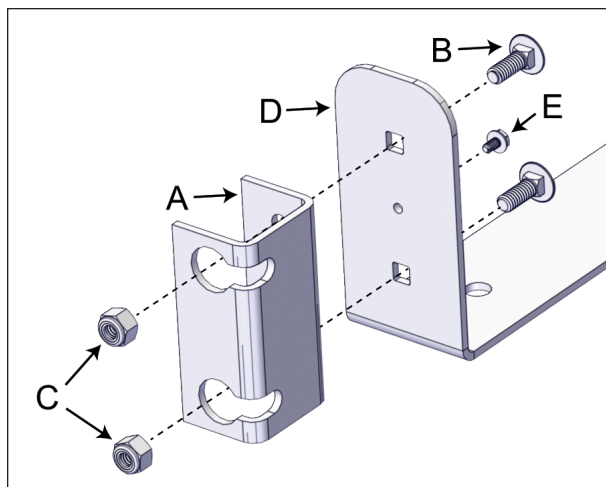

FIGURE 39: INSTALLATION DES INTERFACES SUR LE LIEN D'ENTRÉE DU SPA
12. Installer les interfaces d'accouplement sur le lien qui s'installe entre les profilés en U courts de l'entrée du spa, voir Figure 39.
13. Aligner l'une des interfaces avec les trous à chaque extrémité du lien d'entrée du spa. Fixer avec les vis de carrosserie de 1/4 po x 3/4 po et les écrous avec insertion de nylon de 1/4 po à l'aide d'une clé à rochet et une douille de 11 mm (7/16 po). Il y a une interface de chaque côté du lien d'entrée du spa, voir Figure 39.
14. Insérer une vis tranchante à tête hexagonale 8-32 x 3/8 po dans le trou du milieu à chaque extrémité du lien d'entrée du spa, voir Figure 39.